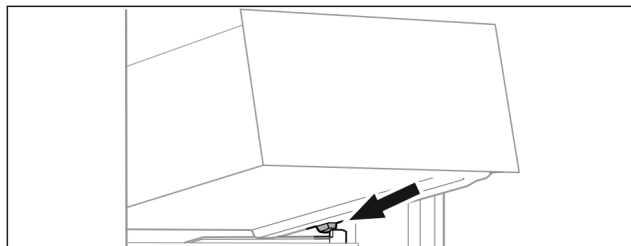

Fig. 76
- ▶ Наклоняя вниз, установите выдвижной ящик за стопору на контейнерное ребро. (см. Fig. 76)